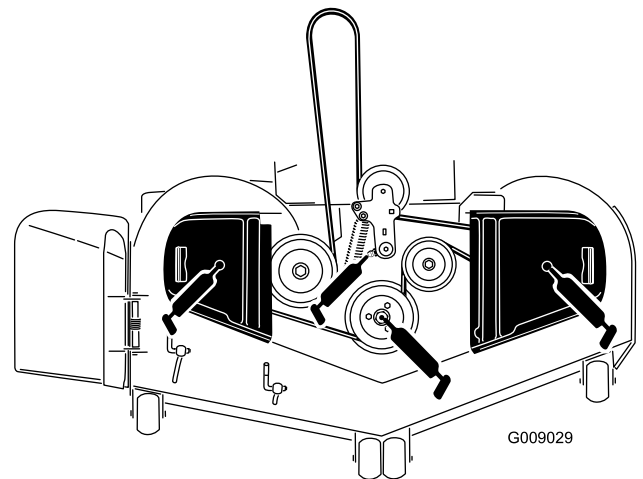

Figure 42
3. Graissez le pivot de la poulie de tension du tablier de coupe jusqu'à ce que la graisse ressorte par le bas (Figure 42).
4. Si la machine est munie d'axes graissables, lubrifiez les roulements des 3 axes jusqu'à ce que la graisse ressorte par les joints inférieurs (Figure 42).